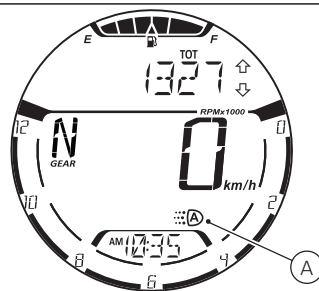

Fig. 123
Es posible apagar las luces DRL configurándolas en "MANUAL" mediante el pulsador (5) que se encuentra en el conmutador izquierdo. Presionando de nuevo el pulsador (5), las luces DRL vuelven a encenderse configurándose en "AUTO". Cuando las luces DRL se configuran en "AUTO", en el display se visualiza el símbolo (A, Fig. 123)
Si la luz DRL se encuentra en esta modalidad, al poner en marcha el motor, la luz DRL se apaga automáticamente y se enciende la luz de cruce si el salpicadero detecta escasas condiciones de luz (NIGHT). En cambio, si el salpicadero detecta una buena condición de luz (DAY), la luz DRL permanece encendida y la luz de cruce apagada: en esta modalidad el salpicadero pasa automáticamente de la luz DRL a la luz de cruce y viceversa en base a las condiciones de luz externa detectada. En el display se visualiza el símbolo (A, Fig. 123).